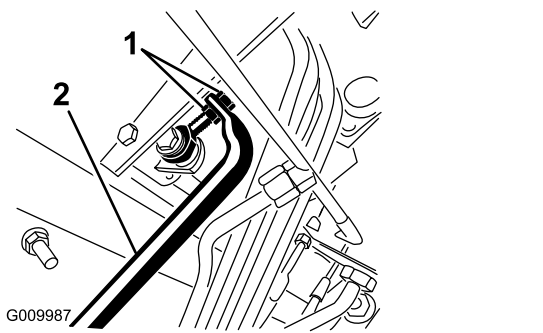

図 112
5. ポンプのロッドの端部についているジャムナットを調整する前進回転をなくすにはポンプのコントロールチューブを前へ動かし、後退回転をなくしたい場合には、後ろへ動かす 図 112。